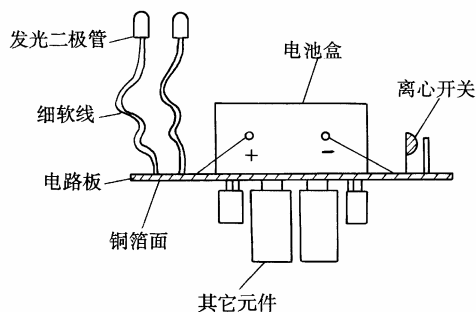

图 2-13
(13) 将两个发光二极管 VD1、VD2 的引脚分别接上一定长度的细软引线，并将引线从电路板的非铜箔面穿过小孔焊入电路，注意其正、负极不要弄错。各元器件分处于电路板的上、下两面（见图 2-13）。